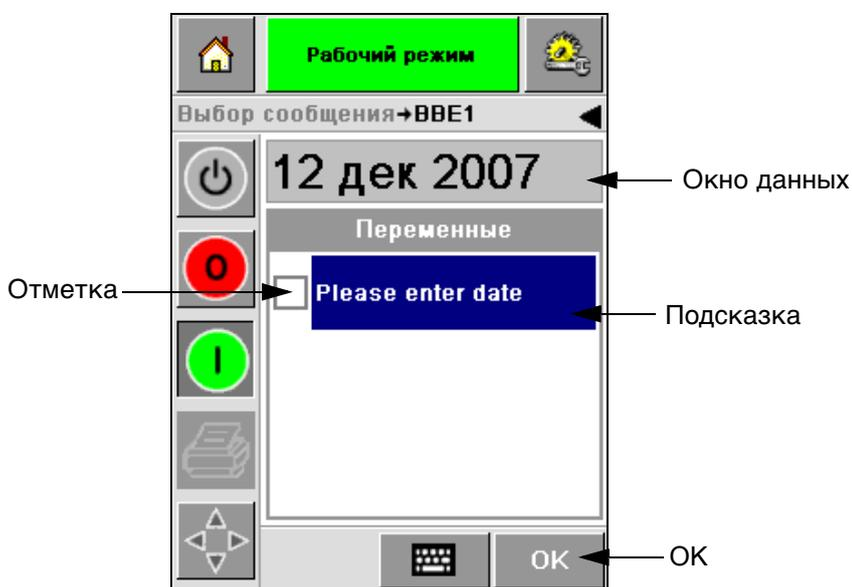

Рисунок 5-7: Изменения заданий
Отметки возле изменяемых полей показывают заполненные поля и незаполненные поля (Рисунок 5-7 на странице 5-6).
Чтобы выбрать Изменяемое задание, которое Вам нужно изменить, коснитесь соответствующей подсказки. Это изменение выделяется и в окне отображается информация по умолчанию (Рисунок 5-7 на странице 5-6).
Рисунок 5-7 показывает переменные для задания **ВВЕ1** а изменяться может только поле ДАТА (для даты срока использования).
- 1 Если дата по умолчанию, отображаемая в окне данных (12 дек 2007) верна, коснитесь пиктограммы **OK** и дата будет напечатана (Рисунок 5-7).